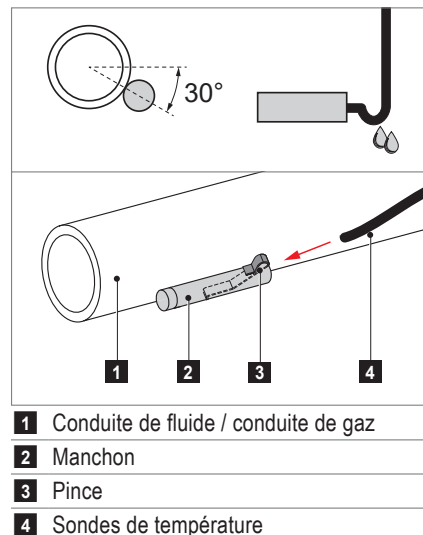

Fig. 44: Installation des sondes de température
- en dessous sur la conduite, comme représenté dans la Fig. 44